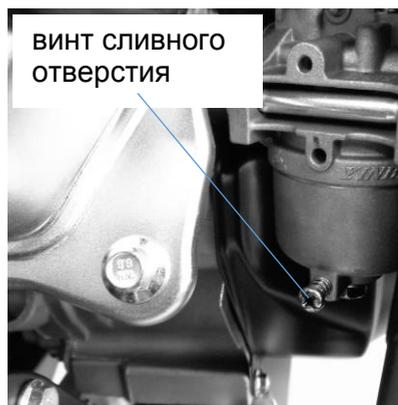

Рис. 23
2. Выкрутите винт сливного отверстия (Рис. 23) на 2-3 оборота и слейте топливо из поплавковой камеры карбюратора.